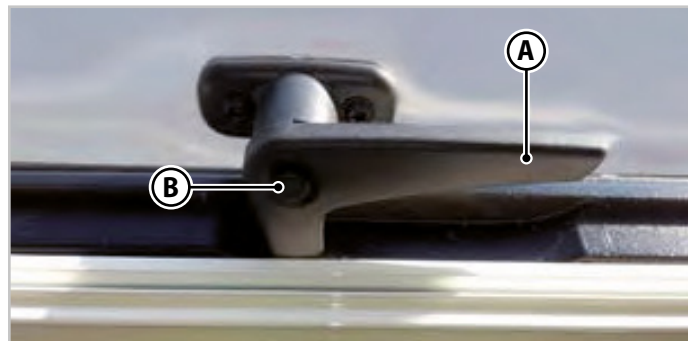

Fig.6.2 - Fönsterlåsspak
1. Tryck på säkerhetsknappen (**B**-Fig.6.2) som finns på låsspakarna (**A**-Fig.6.2).
2. Släpp alla låsspakar (**A**-Fig.6.2) så att de hamnar i vertikalt läge.
3. Koppla in alla låsspakar (**A**-Fig.6.2) och för dem till stängt läge.
4. Kontrollera att säkerhetsknappen (**B**-Fig.6.2) har släppts.